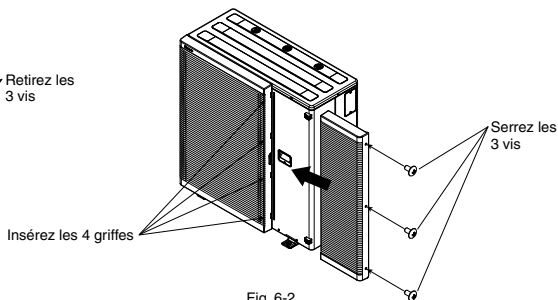

Fig. 6-2
2. Insérez les 4 griffes de la grille d'évacuation (côté droit) et serrez les 3 vis. (Fig. 6-2)